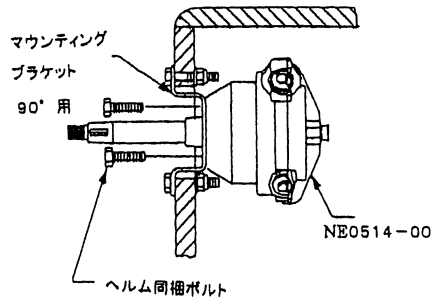

図4
- (1) 図4のようにマウンティングブラケットの穴にヘルムシャフトを差込み、ステアリングケーブルが正しい方向に取付けられることを確認し、取付け穴にヘルム本体を揃えて下さい。
- (2) ヘルム本体に含まれている3本の六角ボルトをマウンティングブラケットに通しヘルム本体のネジに差込み締付けて下さい。